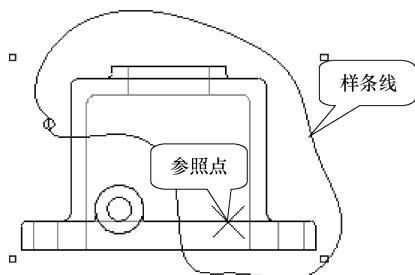

图 10-160 定义剖切范围
(15) 双击主视图,弹出【绘图视图】对话框,在【类别】列表中选择【截面】选项,在【剖面选项】选项组中单击【2D 剖面】单选按钮。
(16) 单击【将横截面添加到视图】按钮 ,在出现的【名称】列表中选择“A”。
(17) 在【剖切区域】下拉列表框中选择【局部】,其后的【参照】收集器被激活,在主视图中选取参照点,如图 10-160 所示。注意:参照点一定是在被剖掉部分的图元上。
(18) 此时【边界】收集器处于激活状态,在主视图中包围住刚才的参照点绘制闭合的样条曲线,完成后单击鼠标中键结束,如图 10-160 所示。